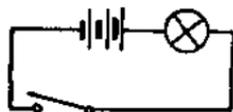

图 8
(4) 装配 先将灯头支架用两只小钉子固定在罩子底板上, 并将 2 节 1.5V 大号电池串联起来用橡皮筋扎牢。从正负极上各引出一线跟电键式开关和投光器灯头的接线联接起来(照图 8)。把罩子罩上去, 用三只小钉子